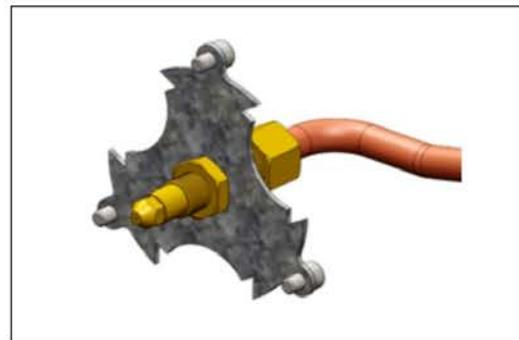

Figure 4
- Dismantle current injector, and insert a new injector appropriate to gas system intended to use instead of it (Figure 4).
- Bauen Sie die vorhandene Druckdüse (Injektor) aus und setzen Sie die für das Gassystem geeignete neue Druckdüse (Injektor) dafür ein (Bild 4)